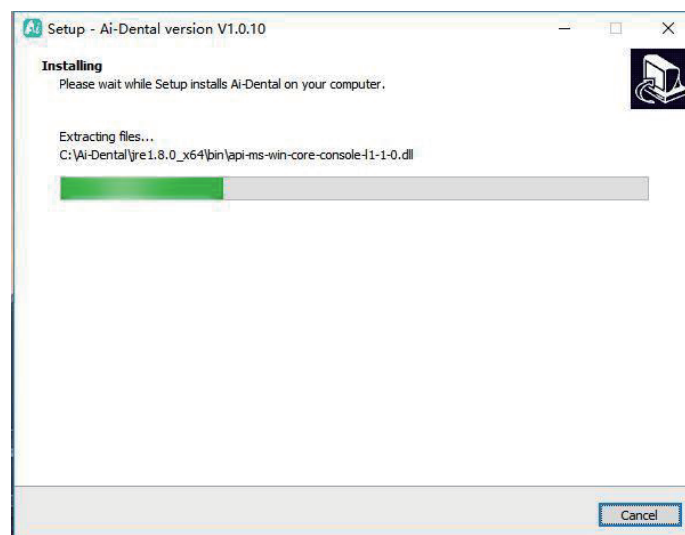

Figure 9
3.1.8 Après avoir cliqué sur le bouton "Installer", le programme commence à s'installer. L'utilisateur attend que l'installation soit terminée, comme le montre la Figure 9 :